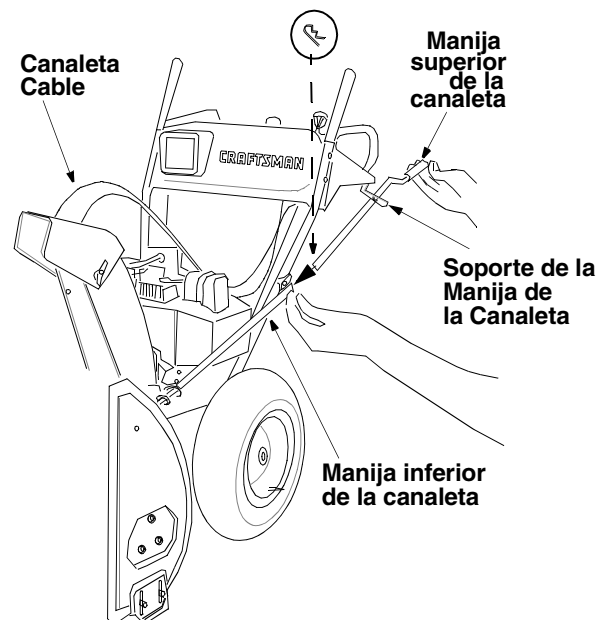

Figura 8
- Deslice la manija superior de la canaleta dentro de la manija inferior de la canaleta según se muestra en la figura 8. Alinee los orificios en las dos partes de la manija de la canaleta, y asegure con el broche del cabello del grupo F del conjunto de la ferretería.